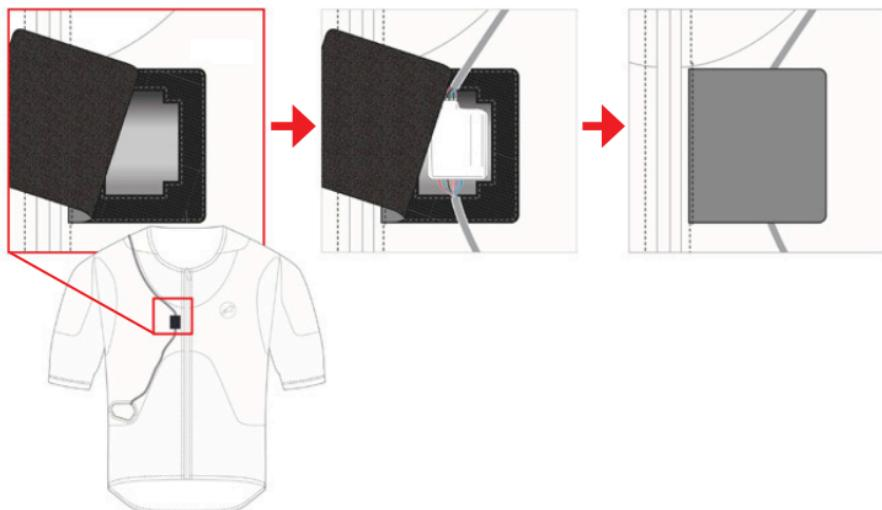

Figure 26 : Insertion de l'écran LED (3) et du zip d'activation (2)
1. **Insérer l'écran LED (3) et le zip d'activation (2)** - Réinsérer l'écran LED (3) dans son logement et remettre le zip d'activation (2) dans la poche, en prenant soin de positionner correctement le zip d'activation (2) à l'intérieur de son logement et en s'assurant que le Velcro est bien fermé, comme indiqué dans la Figure 26.